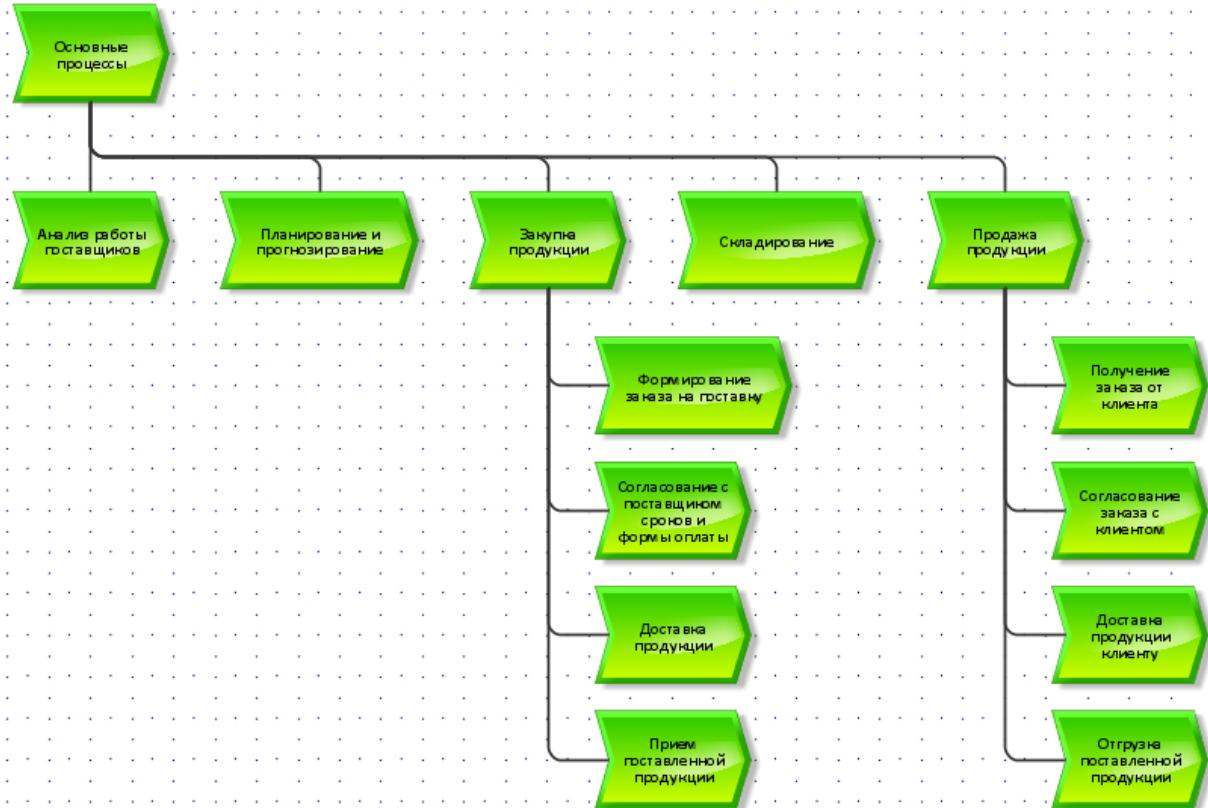

Рисунок 2.8
6. Сохранить построенную модель основных бизнес-процессов предприятия (рисунок 2.8).